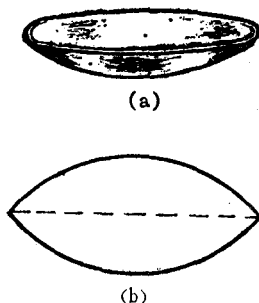

图 5 表皿及气室
5. 表皿 作气室供鉴定气体用。两块表皿扣在一起即成为气室, 如图5。